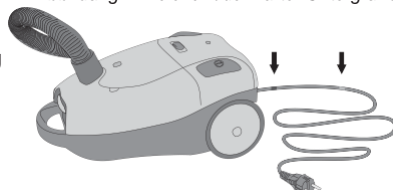

Abbildung 5 Markierungen auf dem Kabel
6. Das Kabel hat eine gelbe und eine rote Markierung, siehe Abbildung 5. Ziehen Sie das Kabel bis zur gelben Markierung heraus.